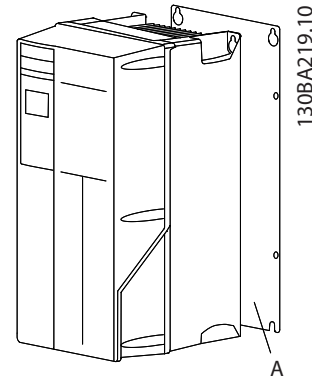

Abbildung 2.2 Ordnungsgemäße Montage mit Rückwand
- Sorgen Sie durch Montage des Geräts auf einer ebenen, stabilen Oberfläche oder an der optionalen Rückwand (siehe *Abbildung 2.2* und